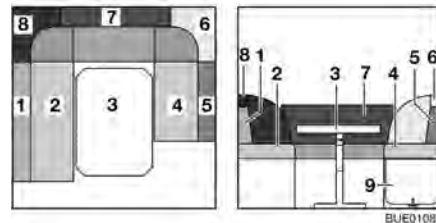

Fig. 89 Antes de la transformación
- Transformar la mesa (Fig. 89,3) en base de cama (véase apartado 6.11).
- Desbloquear la prolongación del armazón de cama (Fig. 89,9) y plegarla hacia arriba.